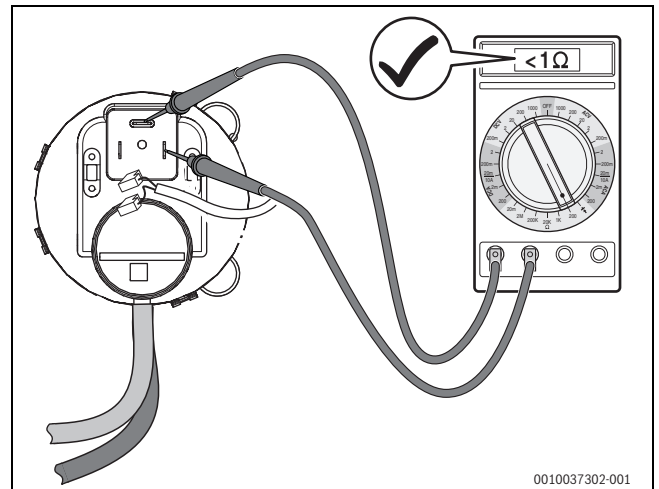
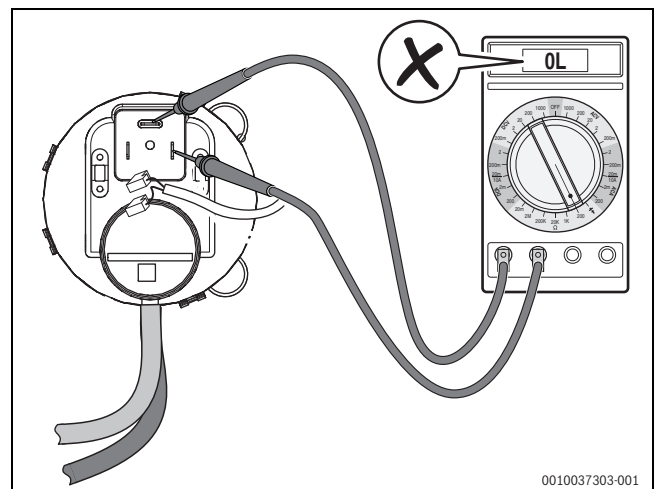

Bild 56 Differenzdruckwächter auf Durchgang prüfen (Differenzdruckwächter in Ordnung)
Bild 57 Differenzdruckwächter auf Durchgang prüfen (Differenzdruckwächter **nicht** in Ordnung)
- ▶ Elektrische Anschlussleitungen am Differenzdruckwächter abziehen und Widerstand an den Kontakten messen (→Bild 56). Wenn der gemessene Wert $< 1 \text{ Ohm}$ beträgt (oder Signalton, je nach Messgerät), ist der Differenzdruckwächter in Ordnung. Wenn kein Wert oder ein Widerstand $> 1 \text{ Ohm}$ angezeigt wird (→Bild 57), Differenzdruckwächter austauschen.